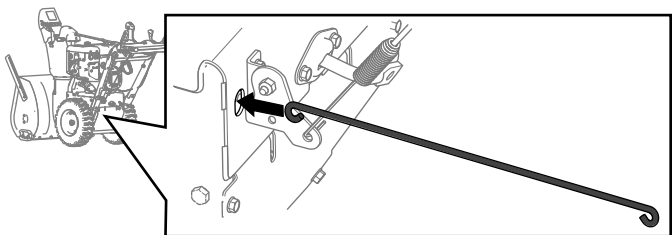

Figur 10
3. Anslut den andra änden av stängen till den nya hjuldrivningsplattan med en skruv och mutter som medföljer denna sats (Figur 10).